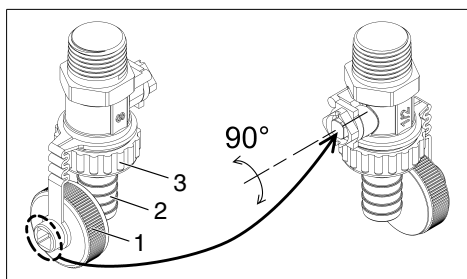

Abb. 8: Sicherheits-Kugelhahn
Im Auslieferungszustand ist die Verschlusskappe am Auslauf des Kugelhahns montiert. Vor dem Öffnen des Kugelhahns muss die Verschlusskappe (1) abgeschraubt und die beiliegende Tülle (2) mit der Überwurfmutter (3) angebracht werden. Jetzt kann der Kugelhahn mit Hilfe der Verschlusskappe geöffnet werden (siehe Abb. 8).